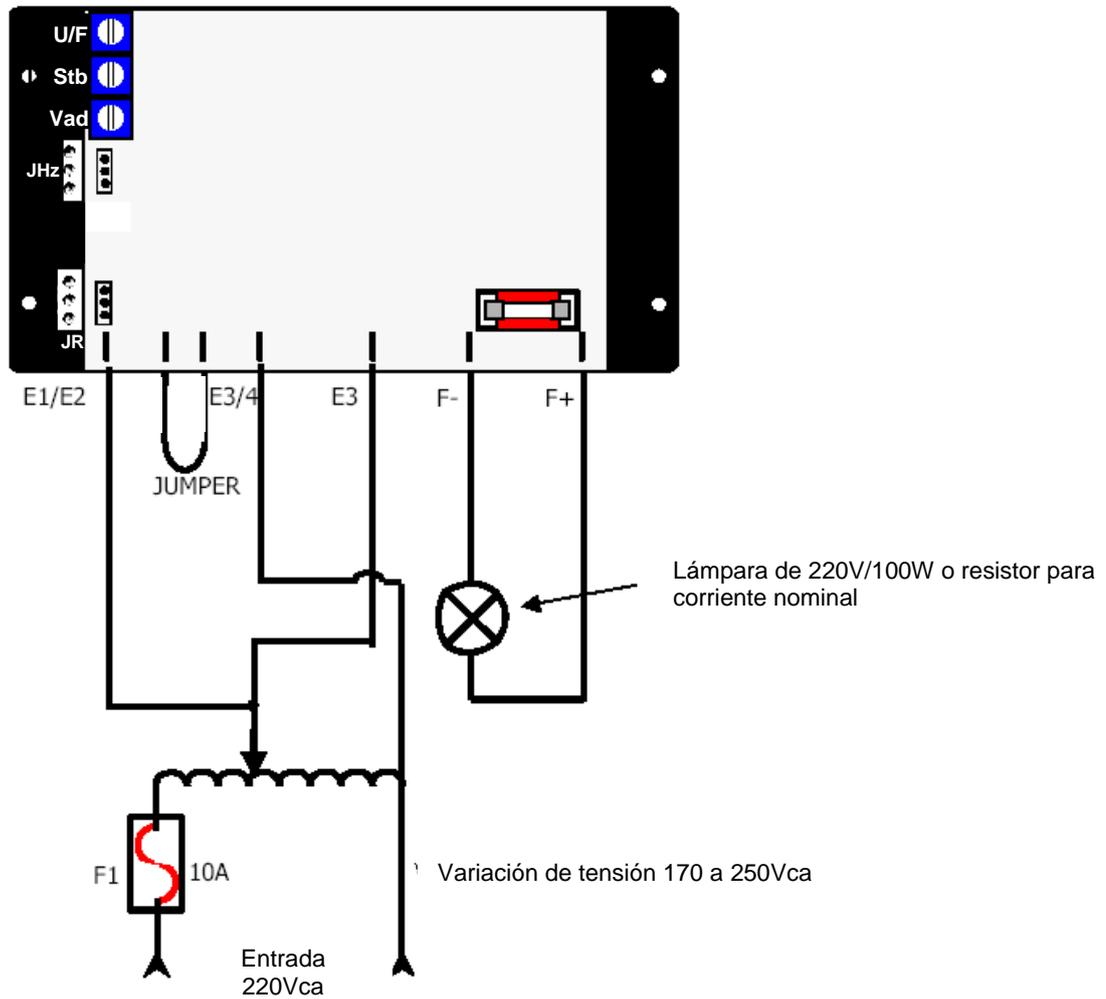

Figura 16.1: Conexión del regulador sin generador.
1. La tensión de la lámpara debe ser la misma tensión aplicada en la entrada. La Figura 16.1 presenta un ejemplo utilizando una lámpara de 220V/100W.